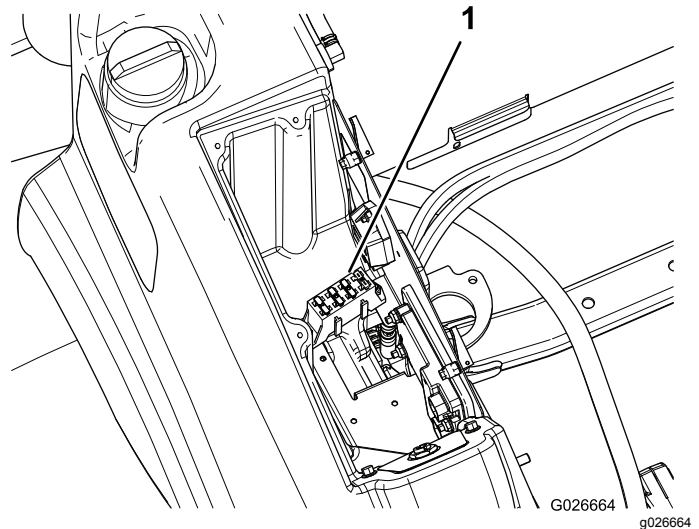

Bild 20
2. Ermitteln Sie den Sicherungsblock (Bild 20).